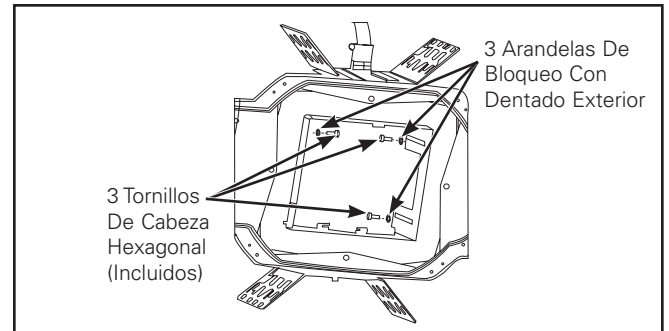

Figura 1.
Retire los tres (3) tornillos roscados de ajuste manual que retienen el marco de yeso del collar y vuelva a colocar los tres (3) tornillos de cabeza hexagonal (incluidos), asegurándose de conservar las arandelas de sujeción con dentado exterior (Figura 1). Permita que el collar alcance el nivel inferior.